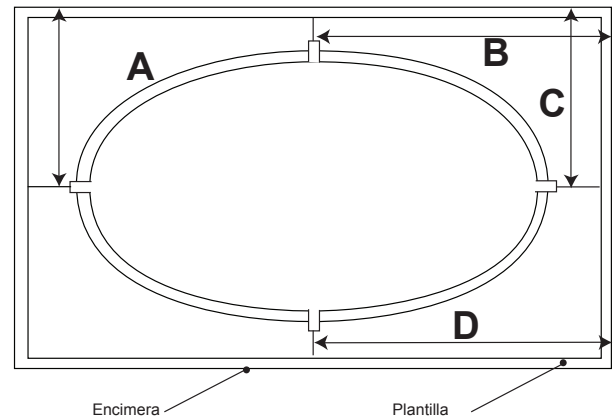

Figura 14 - Distancia de Medición
- Mida la distancia desde la pared u otro punto fijo hasta las líneas del centro (Figura 14).